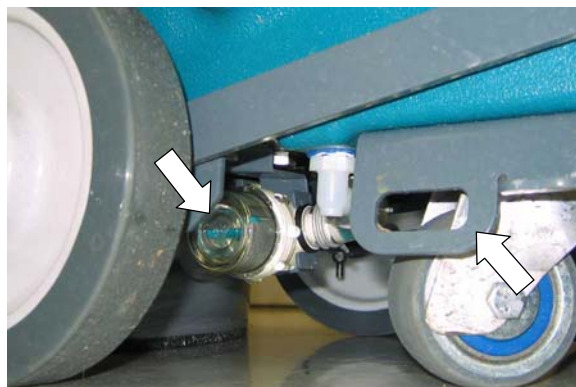

FIG. 51
- Attachez la machine avec des sangles. La machine est équipée de deux pattes d'attache (Figure 51).
2. Videz le filtre du réservoir de solution situé sous la machine (Figure 51).